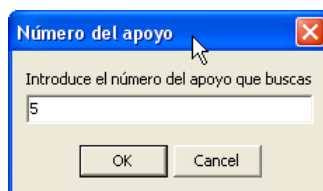

Figura 6.2. Selección número del apoyo
- Botón *buscar apoyo*, aparece una ventana (Figura 6.2) en la cual introducimos el apoyo que queremos que se visualice en el perfil.